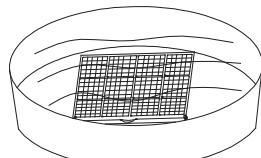

Figura 17
(3). Inserire il telaio dell'evaporatore e la rete del filtro del condensatore e dell'evaporatore in acqua tiepida (a circa 40°C) e aggiungere detergente neutro. Dopo la pulizia lasciare asciugare in una zona ombreggiata (come mostrato nella figura 17).